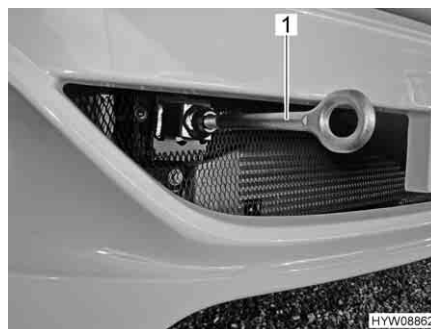

Fig. 47 Occhione di traino (installato)
- Montare l'occhione di traino (Fig. 47,1) come indicato nel manuale di funzionamento del veicolo di base.